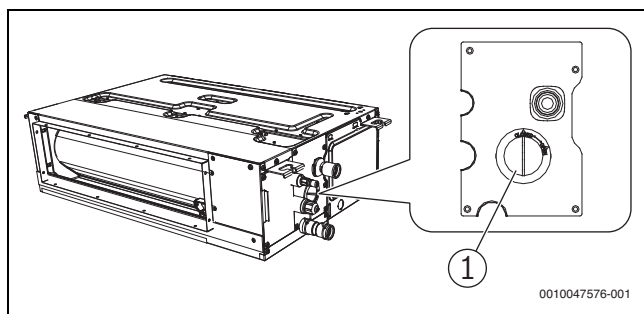

Bild 27
- Die Abdeckung der Wasserprüföffnung (→ Abb. 27) am Gerätegehäuse muss während des Ablauftests abgeschraubt sein, um zu prüfen, ob die Ablaufpumpe eingeschaltet wird und ob ein Problem bei der Ablaufpumpe vorliegt.